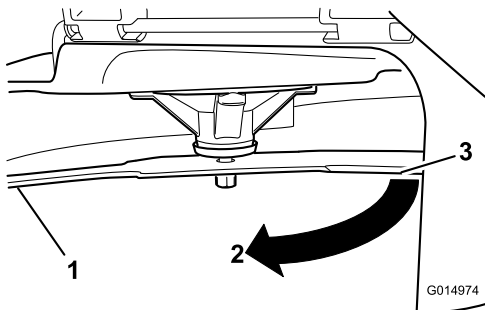

Figura 59
3. Segunda distância medida entre a lâmina e a superfície (B)
4. Rode a mesma lâmina 180 graus para que a extremidade de corte oposta fique na mesma posição (Figura 59).